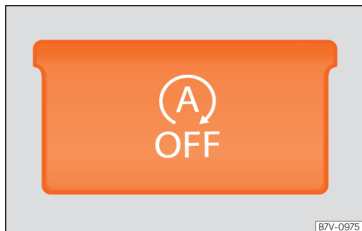

Fig. 244 Dettaglio della console centrale: tasto per la modalità Start-Stop
- Premere il tasto  nella console centrale » **fig. 244.**